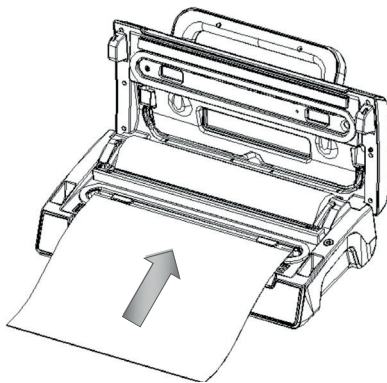

Fig. 5
5. Sett en ende av posen på toppen forseglingsselementet i posen (Fig.5).